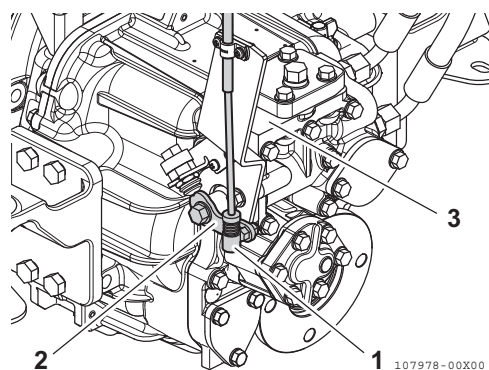

Figure 5
1. Veillez à ce que le levier de la commande à distance (**Figure 5, (2)**) se déplace à la position correcte lorsque la poignée de la commande à distance se trouve dans les positions NEUTRE, VERS L'AVANT et VERS L'ARRIÈRE. Utilisez la position NEUTRE en tant que norme pour l'ajustement.
2. Pour ajuster, desserrez et resserrez la fixation de câble (**Figure 5, (1)**).